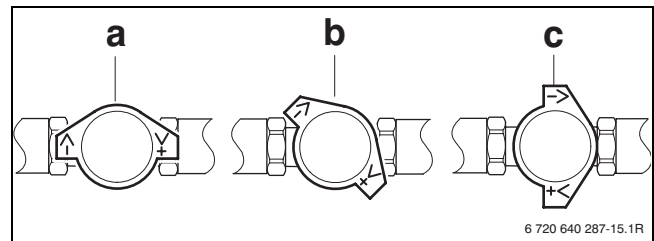

Fig. 16 Dispositivo de cierre con freno por gravedad en la alimentación
- ▶ Abra los frenos por gravedad de la alimentación y el retorno (→ fig. 16 y 17, pág. 16).